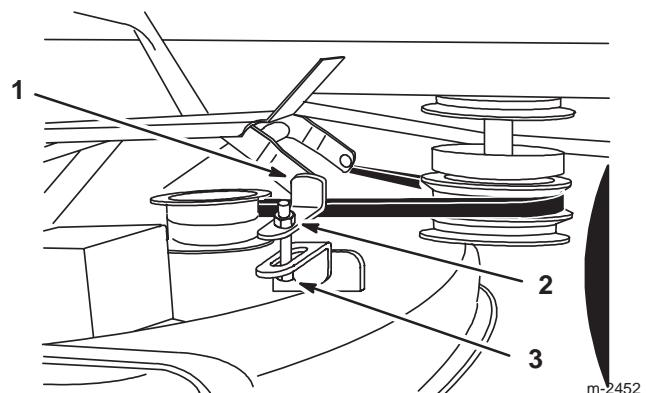

Bild 12
6. Lockern Sie zum Justieren der Höheneinstellung des Messers von vorne nach hinten die Klemmmutter an den vorderen, einstellbaren Verbindungen (Bild 12).
7. Drehen Sie die Schraube an den vorderen, einstellbaren Verbindungen, um die Höheneinstellung des Messers von vorne nach hinten zu verändern (Bild 12).